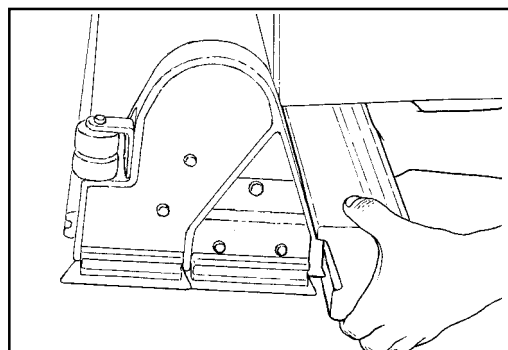

Abb. 29
7. Die Schmutzschale muss regelmäßig entleert werden, um ein Überlaufen zu verhindern. Zum Entfernen der Schmutzschale gehen Sie wie folgt vor (siehe Abbildung 29):